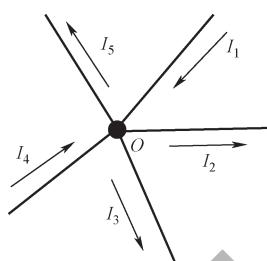

图 2-31 节点电流
基尔霍夫第一定律简称 KCL，又称为节点电流定律。对电路中的任一节点，流入该节点的电流之和等于流出该节点的电流之和。就像是一条河流的许多分支，流入和流出的水量总和是相等的，如图 2-31 所示。
(2) 首先设定三条支路的电流参考方向，如图 2-31 箭头标注所示。
(3) 将指针式万用表转换开关置于直流电流挡位，然后选择适合量程。
(4) 将万用表的表笔分别接入三条支路中进行测量，将测得电流值填入表 2-15 中。